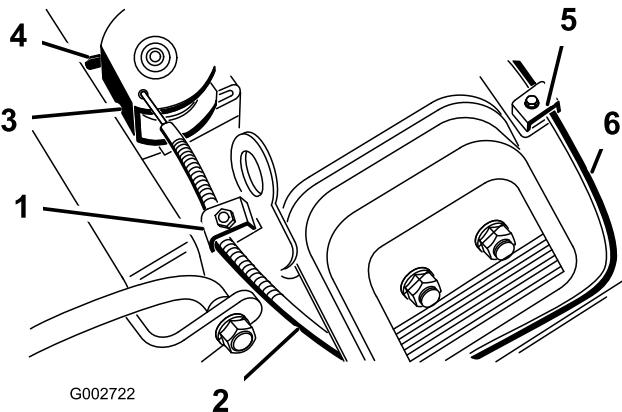

Bild 39
2. Lockern Sie die Klemmschraube des Bowdenzugs, mit der dieser am Motor befestigt ist (Bild 39).
4. Ziehen Sie fest am Bowdenzug, bis die Rückseite des Drehzapfens den Anschlag berührt (Bild 39).
2. Lockern Sie die Klemmschraube des Chokezugs, mit der dieser am Motor befestigt ist (Bild 39).
4. Ziehen Sie fest am Chokezug (Bild 39), bis die Choke-Drosselklappe ganz geschlossen ist; ziehen Sie dann die Klemmschraube des Chokezugs fest.